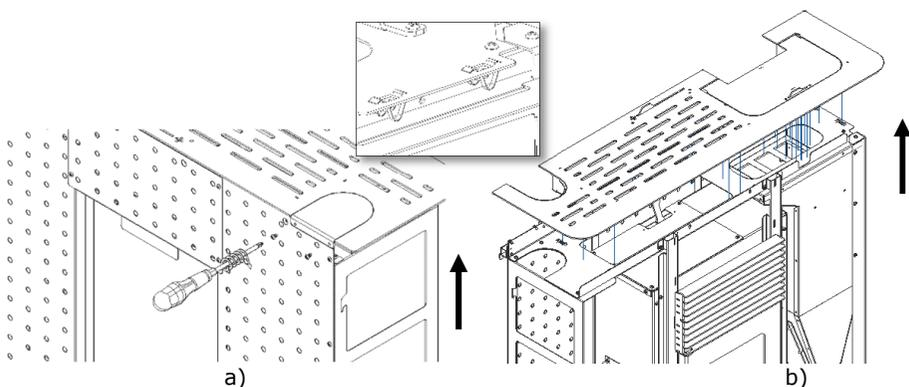

Figura 55 – Remoção tampo superior:
a) Retirar o tampo superior do equipamento. Numa 1ª fase deve retirar a tampa pequena que se encontra fixa na parte posterior desapertando os dois parafusos (figura 55-a). Posteriormente, deve mover o tampo, realizando uma força no sentido indicado, não é preciso nenhuma ferramenta pois o tampo é de encaixe rápido através de molas (figura 55-b).